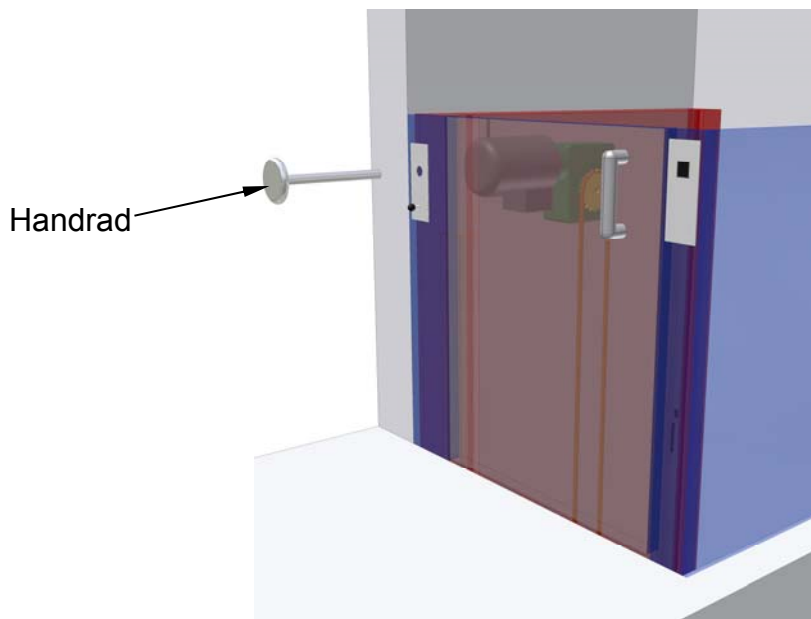

Abb. 1
2. Handrad in die dafür vorgesehene Öffnung einstecken (immer in oberster Haltestelle neben der Tür, lt. Abb. 1 am Ende dieses Abschnittes).